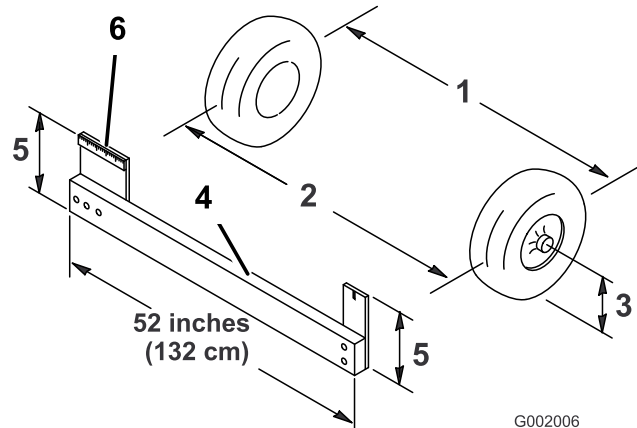

Figura 56
4. Mida la distancia entre los neumáticos delanteros a la altura del eje, en la parte delantera y trasera de las ruedas (Figura 56). Es necesario utilizar una plantilla para medir la distancia entre la parte trasera de las ruedas delanteras a la altura del eje. Utilice la misma plantilla para medir con precisión la parte delantera de las ruedas delanteras a la altura del eje (Figura 56).